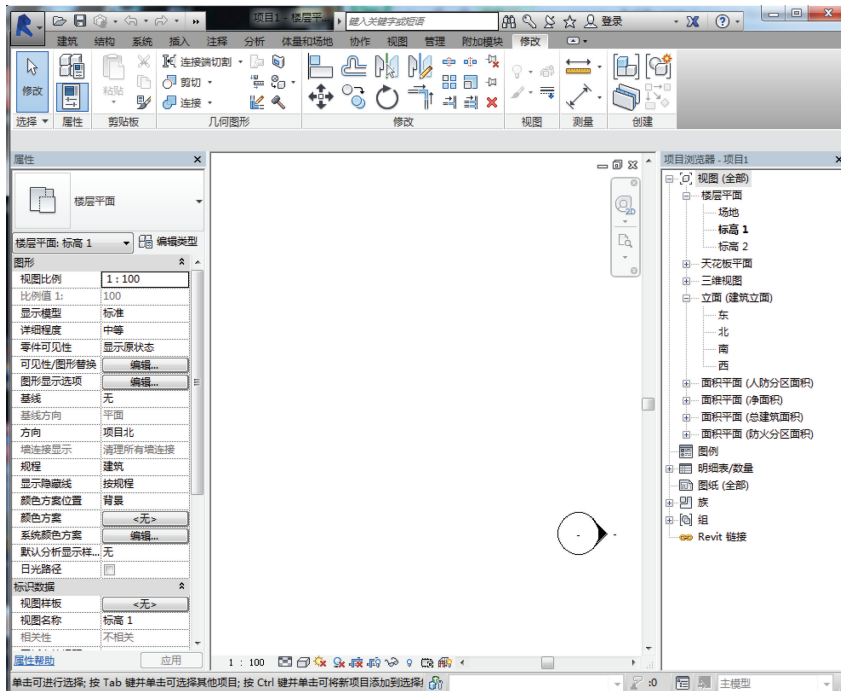

图 2-2
2) 单击“建筑样板”，建立一个项目，默认进入视图为“楼层平面 标高 1”。为了便于观察，把“项目浏览器”拖动过来固定到界面右边；把“属性”栏（单击“修改”选项卡中的“属性”，即弹出“属性”栏）固定到界面左边（“属性”栏同“项目浏览器”可随时拖曳移动，所以无论是固定在界面左边还是菜单栏下，Revit 软件均会有简明的提示），如图 2-2 所示。